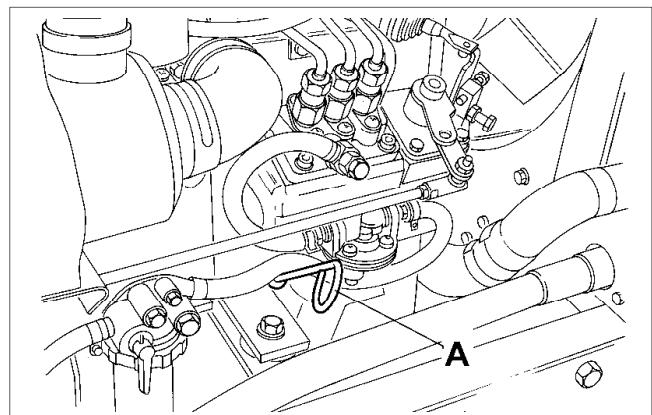

Fig.16
- (b) Motorölstand immer mit dem Meßstab prüfen (A Bild 16). Maschine muß dabei auf ebenen Untergrund stehen. Ölinhalt 3,2 Ltr.
- (b) Controllare sempre il livello dell'olio con l'asta di misurazione (A Fig. 16), e verificare che la macchina sia parcheggiata su terreno piano. Capacità 3,2 litri.